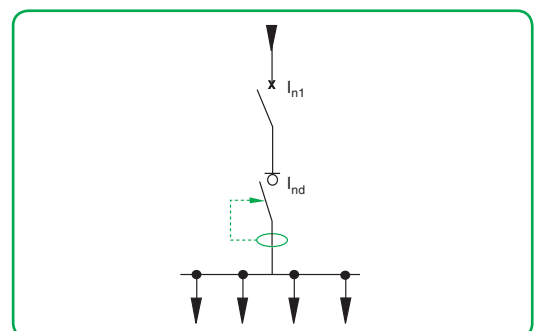

Fig. 5.40: interruptor diferencial aguas abajo de un interruptor automático.
- Si el interruptor diferencial está situado aguas abajo de un interruptor automático magnetotérmico y en la misma línea (**fig. 5.40**), las corrientes asignadas de los dos elementos pueden ser iguales: